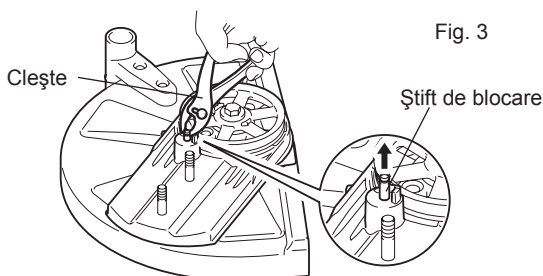

Fig. 3
- (4) Apucați știftul de blocare cu o șurubelniță cu vârf plat sau cu un clește. (Fig. 3)